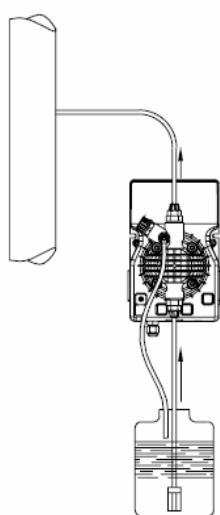
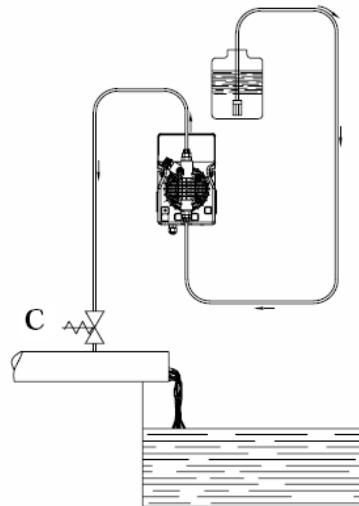

Рис. 5
Рис. 6
**c.** – Расположите насос, как показано на рис. 5, учитывая, что его можно устанавливать, как выше, так и ниже уровня дозируемой жидкости, при этом перепад уровней не должен превышать 2-х метров. Если система работает при атмосферном давлении (без обратного), а емкость с реагентами расположена выше насоса (рис. 6) необходимо часто проверять состояние клапана впрыска, т.к. его износ может вызвать попадание реагента в систему даже при выключенном насосе. Если данная проблема появляется, Вам необходимо установить антисифонный клапан (C) между точкой выброса и клапаном впрыска (либо заменить стандартный клапан впрыска на антисифонный клапан). Не устанавливайте насос над емкостью с химическими препаратами, выделяющими большое количество паров, за исключением случаев, когда емкость герметично закупорена.